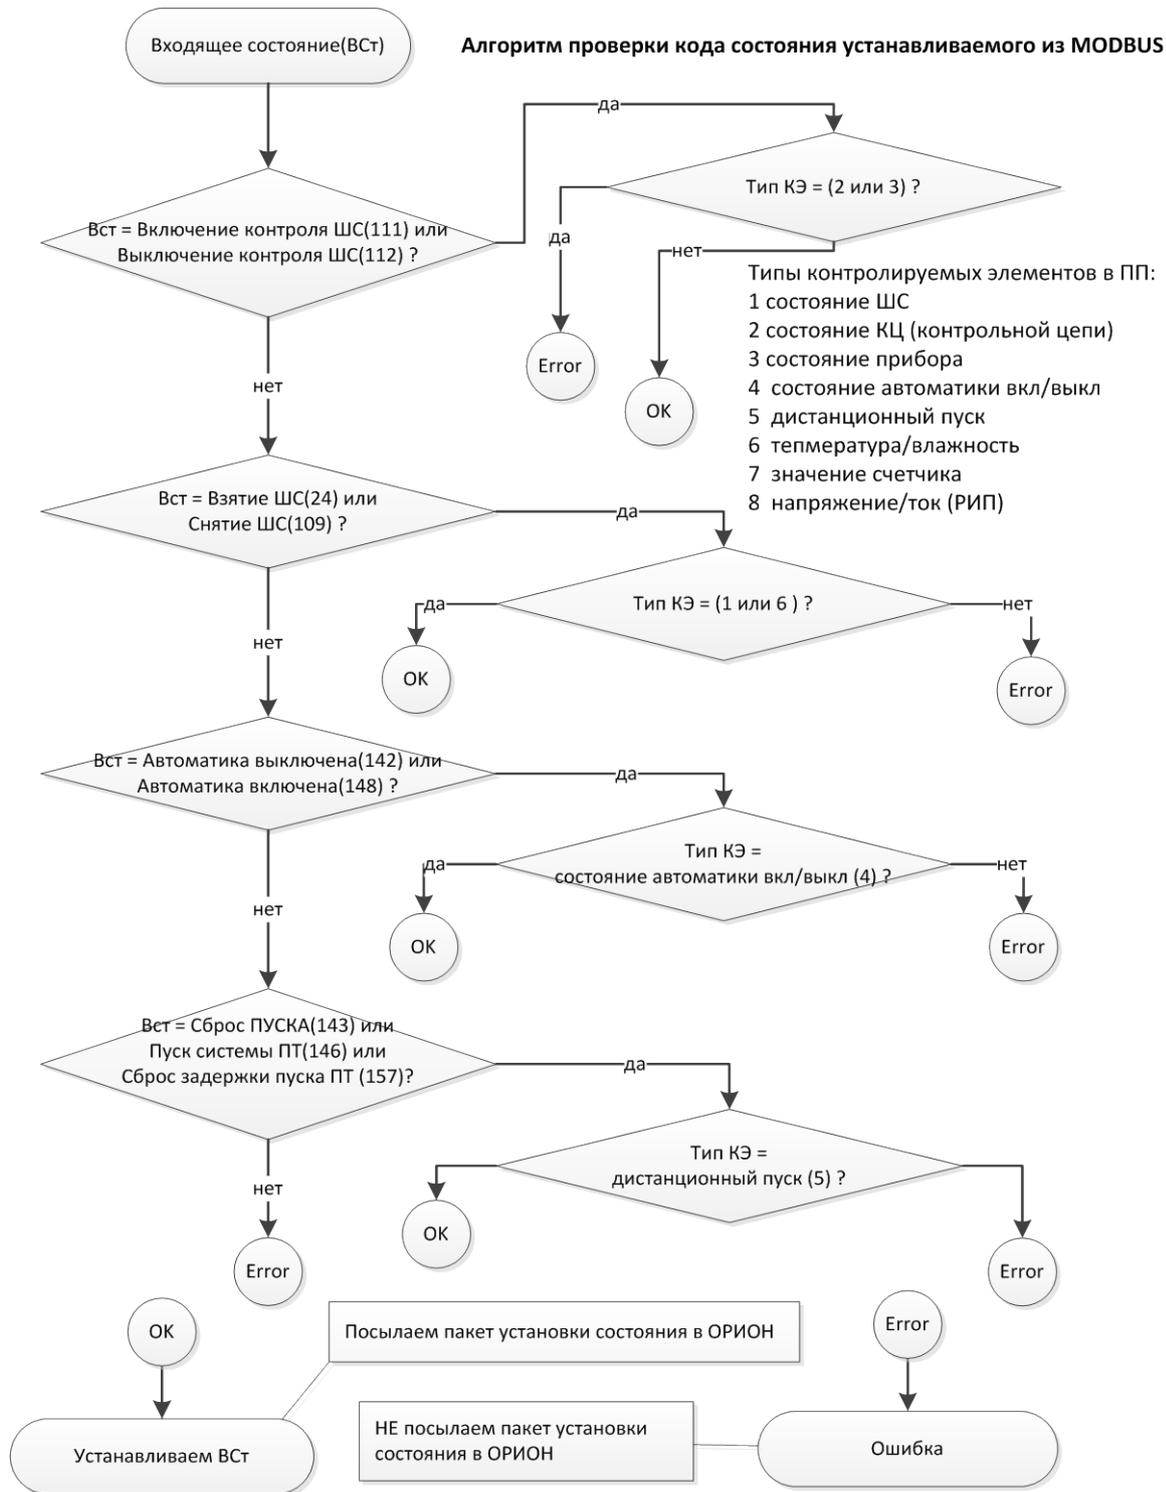

Рисунок 3
- При управлении состоянием зон и разделов из MODBUS, «С2000-ПП» использует следующий алгоритм: см. рисунок 3.
– Как видно из рис.3 чтобы управлять состоянием какой-либо зоны нужно назначить ей определенный тип в конфигурации «С2000-ПП». Так, например, включение и выключение контроля ШС невозможно для типов зоны 2 и 3. Тип 3 это состояние прибора, а тип 2 это состояние контрольной цепи т.е. выход. Для зоны прибора включение или выключение контроля ШС невозможно в принципе. А для типа 2 мы пытаемся включить контроль для выхода фактически включим его для входа, если в приборе есть ШС с номером 2. Такое поведение также нежелательно.